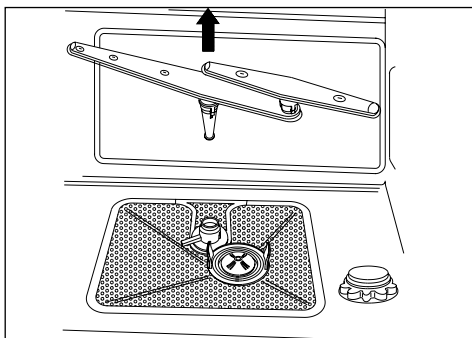

fig. 15
- Enlevez le gicleur du bas en le tirant vers le haut (voir fig. 15).